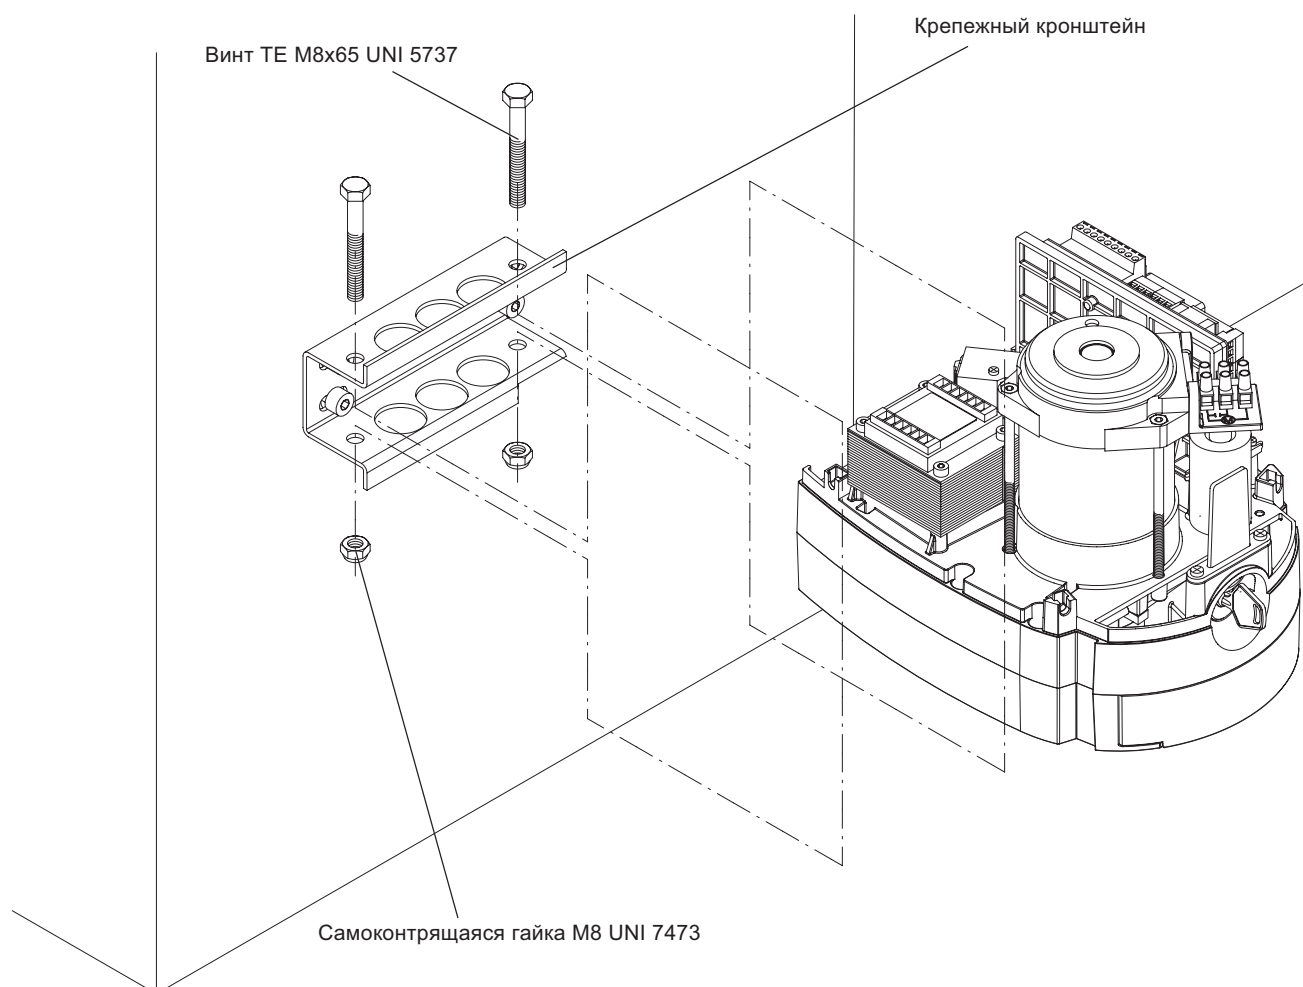

Рис. 3
6. Позиционирование привода (Рис. 3)